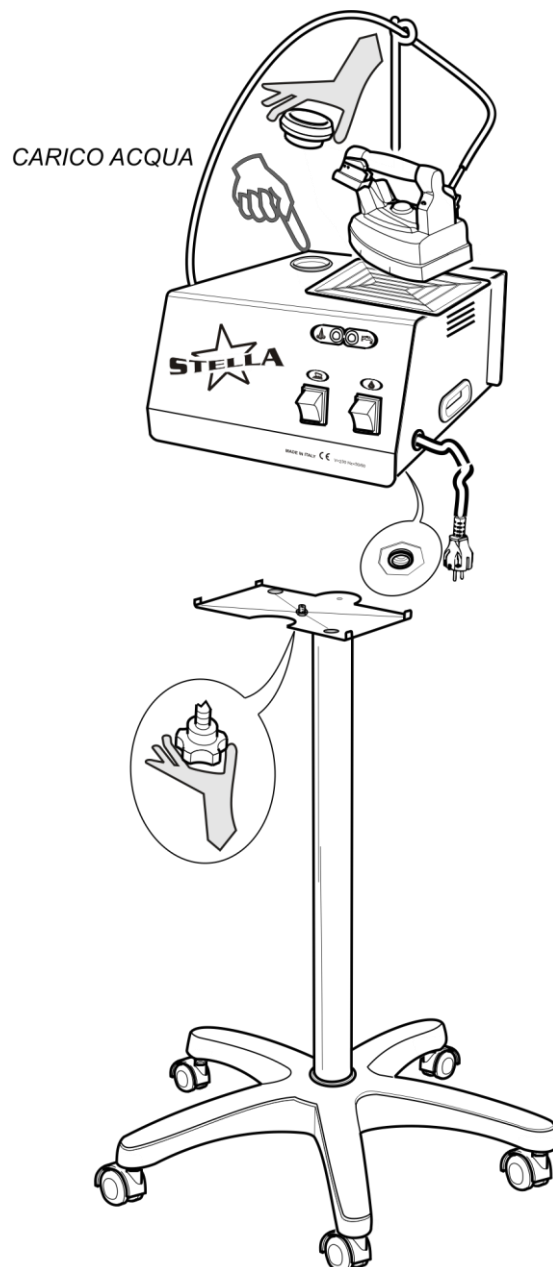

Fig. 2
5. Per la STELLA dotata di carrello: avvitare il pomello del carrello sull'apposito attacco presente sotto la base della STELLA (fig. 2).
1. Sollevare il tappo della STELLA (fig. 2), e riempire d'acqua il serbatoio (circa 1 litro). Si consiglia di riempire d'acqua la vaschetta servendosi di un imbuto. Ad operazione conclusa reinserire il tappo (vedi capitolo 8).
È possibile rifornire d'acqua la STELLA in qualsiasi momento durante la stiratura anche quando è in pressione. Rimuovere la spina dalla presa, sollevare il tappo e rifornire quindi d'acqua la vaschetta in base alla necessità evitando il trabocco (fig. 2).